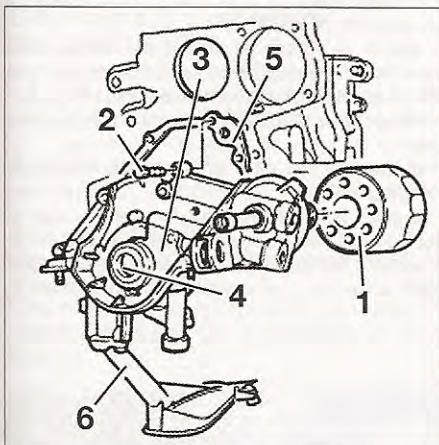

FIG. 12
- Vaciar el aceite motor y desmontar el cartucho (1) del filtro de aceite (fig. 12).
- los tornillos de fijación (2) del cárter de bomba de aceite (3).
- el cárter de bomba de aceite (3) con el tamiz (6).
- la junta del cigüeñal (4).
- la junta (5) de la bomba de aceite.